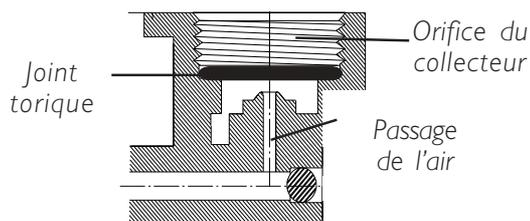

FIGURE 3 - DEMONTAGE/INSTALLATION DES JOINTS TORIQUES
REPLACEMENT DES CYLINDRES ET DES JOINTS TORIQUES DE LA VALVE PILOTE (FIGURES 3 & 4)
NE PAS utiliser d'outils tranchants pour sortir le joint torique de l'orifice du collecteur plastique. Le collecteur plastique et/ou le passage d'air du collecteur pourraient être endommagés (FIGURE 3).
12. Installer un cylindre fendue NEUVE dans la partie basse de la tige de la valve pilote, l'extrémité conique tournée vers le bas (FIGURE 3).